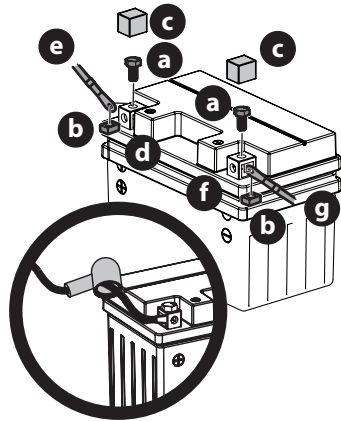

Figure 19
1. Retirez les boulons hexagonaux (a) et les écrous carrés (b) situés à l'extrémité du faisceau de fils électrique ou dans le sac avec ce manuel. Gardez la quincaillerie pour utilisation ultérieure (Figure 19).
2. Enlevez le couvercle en plastique (c), si équipé, de la borne positive (d) de la batterie et attachez le câble rouge (e) à la borne positive (d) de la batterie avec le boulon (a) et l'écrou carré (b) retirés à l'étape 1. Utiliser un tournevis Phillips (Figure 19).
3. Placez la gaine en caoutchouc rouge au-dessus de la borne positive de la batterie pour aider à la protéger contre la corrosion. Voir l'encadré dans Figure 19.
4. Enlevez le couvercle en plastique (c), si équipé, de la borne négative de la batterie (f) et attachez le câble noir (g) à la borne négative de la batterie (f) avec le boulon (a) et l'écrou carré (b) (Figure 19).